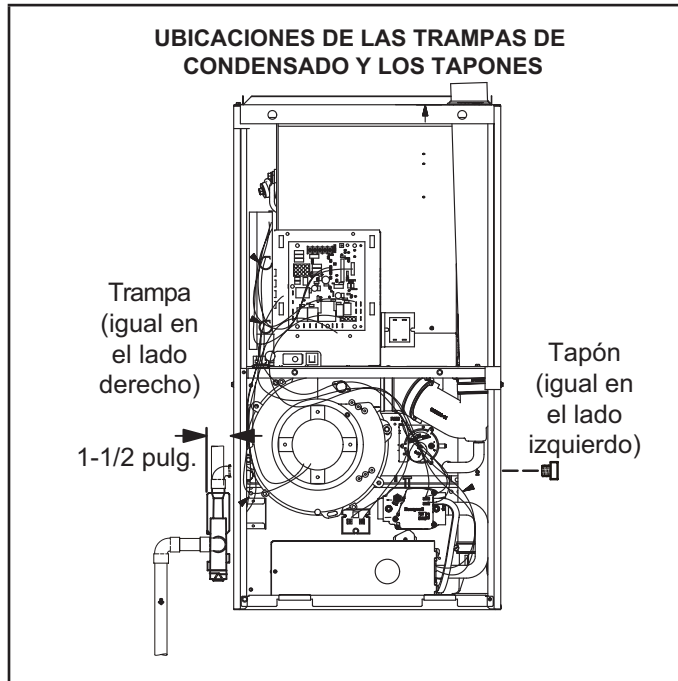

FIGURA 43
Esta unidad está diseñada para salida de la tubería de condensado a la derecha o a la izquierda. Consultar la FIGURA 43 para conocer las ubicaciones de la trampa de condensado.
- 2 - Use un destornillador grande de punta plana o una extensión de la boquilla de accionamiento de 1/2" y retire el tapón (FIGURA 43) de la caja del cabezal del extremo frío en la ubicación apropiada en el costado de la unidad. Instale el accesorio del codo macho hembra de 3/4 NPT en la caja del cabezal del extremo frío. Use cinta de Teflón o un recubrimiento para tuberías apropiado.